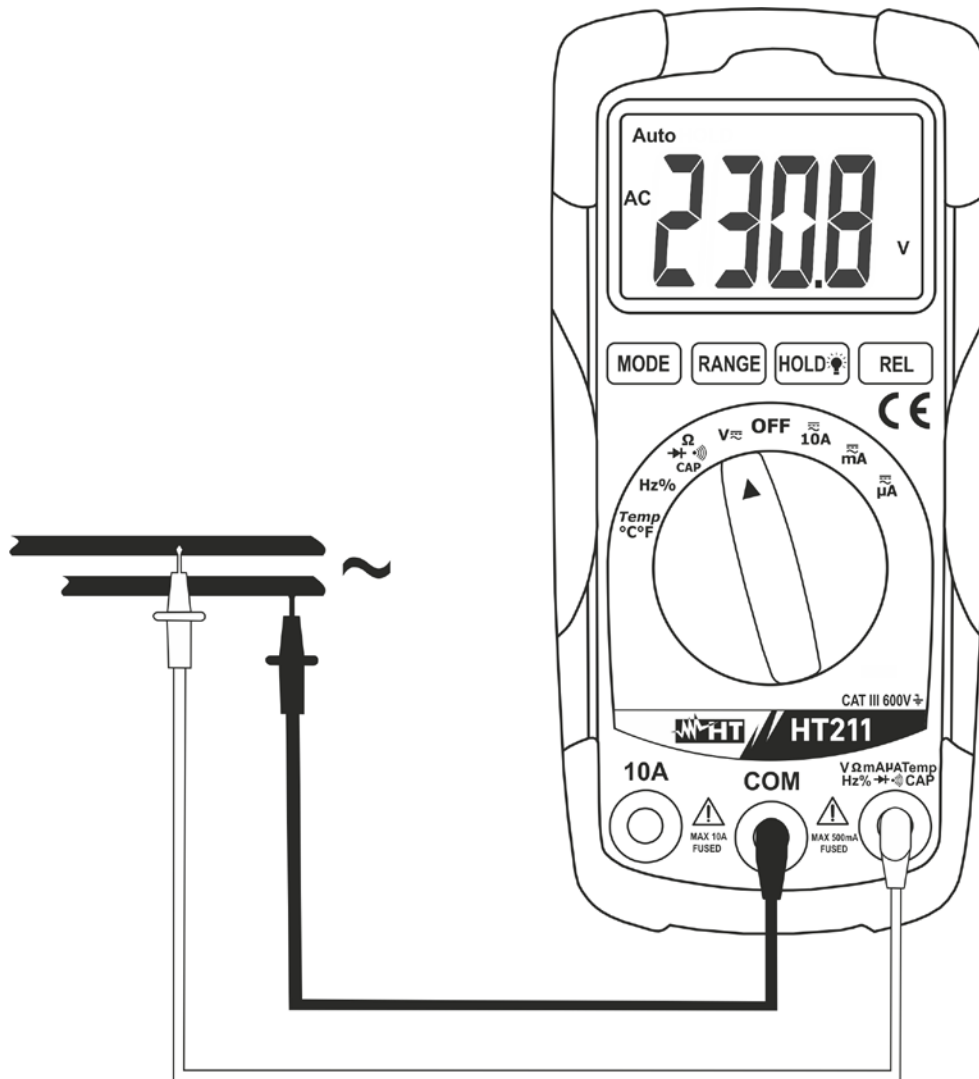

Abb. 3: AC-Spannungsmessung
4. Verbinden Sie nun die rote und die schwarze Messleitung mit der Anlage wie oben gezeigt (s. Abb. 3). Die Spannungswert auf dem Display wird angezeigt